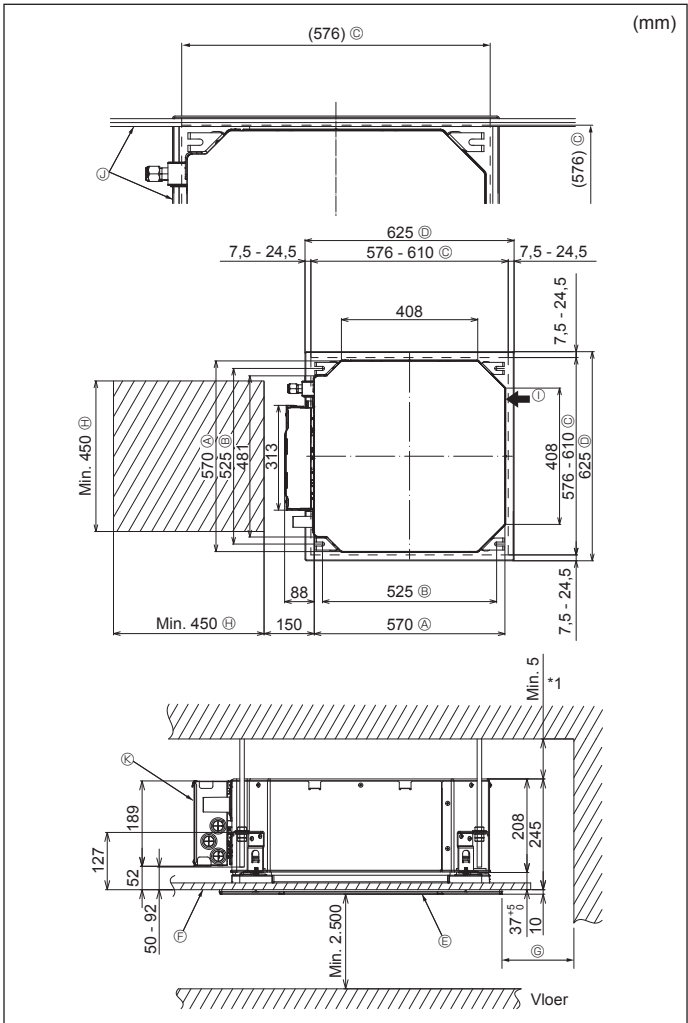

Fig. 4-2
②	Slutringen (met isolatie)	4
③	Slutringen (zonder isolatie)	4
④	Leidingafsluiting (koelleidingsverbinding)	1
⑤	kleine diameter (vloeibaar)	1
⑥	grote diameter (gas)	1
⑦	Bevestigingsbandje (groot)	6
⑧	Bevestigingsbandje (medium)	2
⑨	Bevestigingsbandje (klein)	2
⑩	Aftapbus	1
⑪	Isolatie	1
4.2. Plafondopeningen en posities voor installatie van ophangbouten (Fig. 4-2)